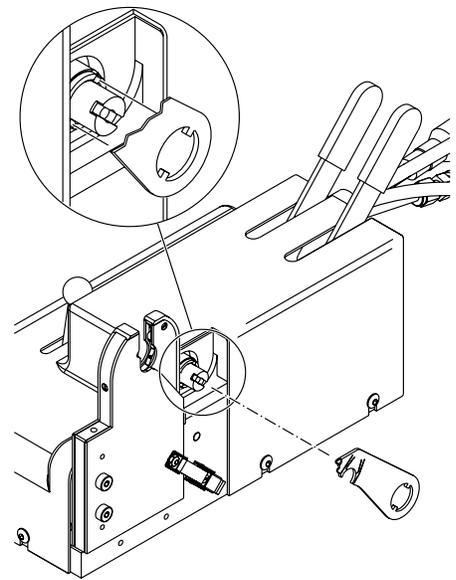

図 36：キー付き内側クランプを溝付きシャフトに合わせる
6. 可動型サイド・プレートのキー付き内側プレートをシャフトの溝に合わせます。図 36 をご参照ください。